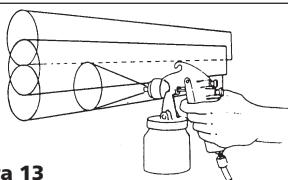

Figura 13
- Los empates entre cada mano deben ser suficientes para obtener un acabado parejo al final (Vea la Figura 13).